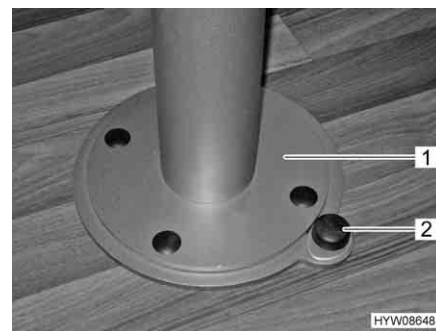

Fig. 39 Sbloccaggio dispositivo di rotazione piede del tavolo
- Spingere verso il basso il bottone (Fig. 39,2) del bloccaggio.
- Ruotare il piede del tavolo con il piano del tavolo (Fig. 39,1) nella posizione desiderata.